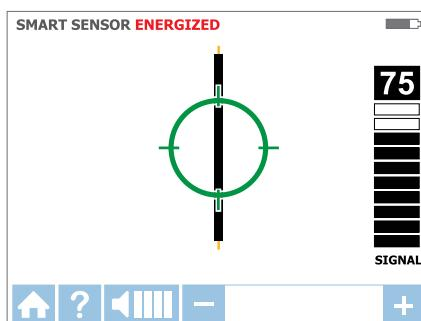

Figura 3.1e
- El símbolo de destino verde indica que el receptor está directamente sobre el cable (consulte la Figura 3.1e). Si el receptor no se bloquea en el cable, reduzca la sensibilidad con el botón "-" del teclado o ajuste el transmisor para que transmita en el modo de señal BAJO.